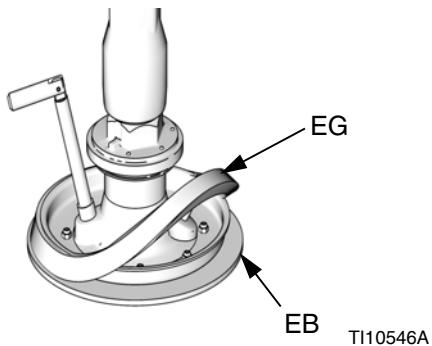

Рис. 12: Надевание прокладки
2. Вручную приподнимите один край прокладки (EG) и снимите ее с опорной емкости, натянув ее на фланец и нижние скребки (EB). См. Рис. 12
3. Сохраните прокладку (EG), так как она понадобится для других случаев.
- Проследите за тем, чтобы больший диаметр прокладки (EG) был направлен **вниз**. Вручную установите прокладку (EG) на опору, целиком над фланцем опорной емкости. См. Рис. 12.